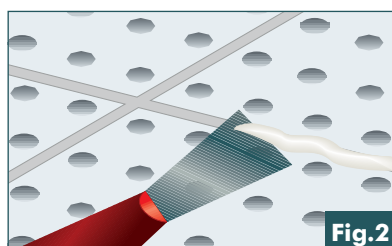

Fig.2
- **Bordes cuadrados (fig. 2).** Las placas PLADUR®FON (BC) se atornillarán en longitudinal quedando su borde largo paralelo a la dirección de los perfiles. La modulación de los perfiles dependerá del ancho del modelo de placa elegido, con un máximo de 300 mm. Es conveniente realizar un techo de doble estructura a distinto nivel, para facilitar la modulación de la segunda estructura (fig. 2 bis).
- **Juntas quadradas (fig. 2).** As placas PLADUR®FON (BC) serão aparafusadas longitudinalmente, ficando a sua junta comprida paralela à direcção dos perfis. A modulação dos perfis dependerá da largura do modelo da placa escolhido, com um máximo de 300 mm. É necessário produzir um tecto de dupla estrutura a nível diferente para tornar mais fácil a modulação da segunda estrutura (fig. 2 bis).
▼ **Bordes cuadrados (BC).** (fig. 2)
(fig. 2 bis)
- Esperar hasta que la pasta empieza a fraguar (aproximadamente 1 h.) y enrasar la junta con una espátula (fig.2).
- Espere até que a pasta fique consistente (aproximadamente 1 hora) e nivele a junta com uma espátula (fig.2).